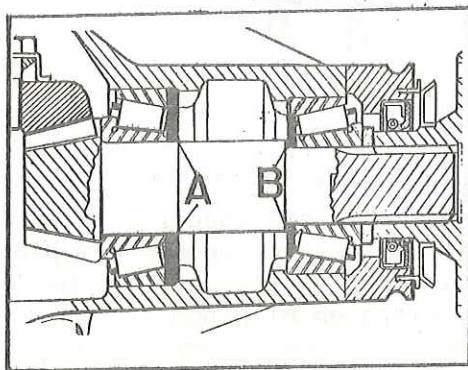

Fig. E-83 Arandelas suplemento de ajuste del piñón de ataque
- 3.3.3. Llevar a cabo los ajustes necesarios para obtener la precarga correcta, cambiando el espesor de los suplementos, B (Fig. E-83). Si se montan suplementos más gruesos, se reducirá la precarga y si se montan de menos espesor se aumentará la precarga. Se dispone de suplementos en una gama amplia de espesores.